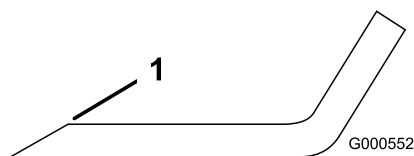

Figura 66
1. Utilice una lima para afilar el filo de corte en ambos extremos de la cuchilla (Figura 66).
Nota: Si la cuchilla no está equilibrada, rebaje algo el metal en la parte de la vela solamente (Figura 66).